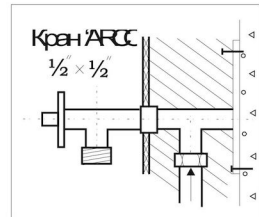

Рис. 2.
- ✓ Устанавливаются угловые краны (например «ARCO») если коллектор не имеет собственных вентилях Рис. 2.